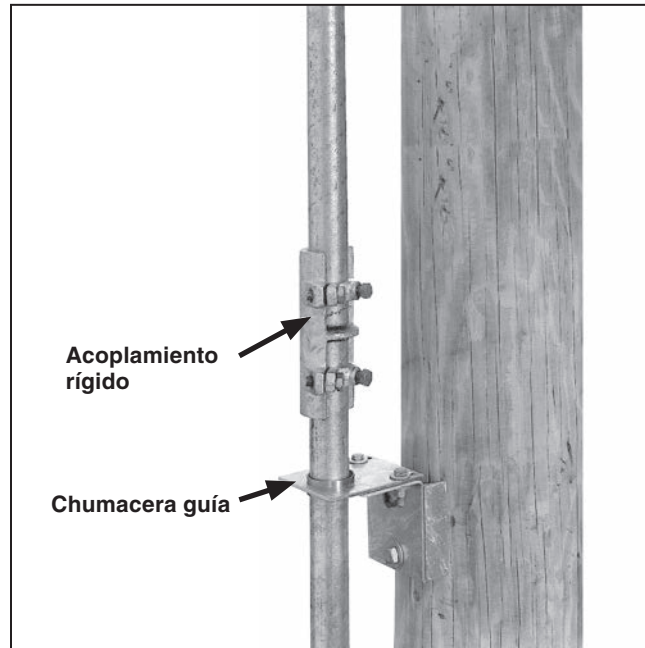

Figura 20. Instalación de la chumacera guía para la(s) sección(es) adicional(es) de tubo.
PASO 15. Instale un ensamble de chumacera guía con cada sección adicional del tubo de operación vertical posicionado de acuerdo con la dimensión mostrada en el plano de montaje. Ve a la Figura 20. La chumacera de empuje sólo es necesaria en la chumacera guía superior. Utilice acoplamiento rígido para unir estas secciones adicionales de tubo. Antes de instalar el acoplamiento, jale los tornillos perforantes de sujeción fuera del cuerpo del acoplamiento para que no sobresalgan dentro del acoplamiento.
PASO 16. Apriete los tornillos perforantes de sujeción de la abrazadera de empuje inmediatamente encima de la última sección de tubo a su máximo, perforando el tubo, y continúe apretando hasta que se sienta una firme resistencia. Ve a la Figura 20.●